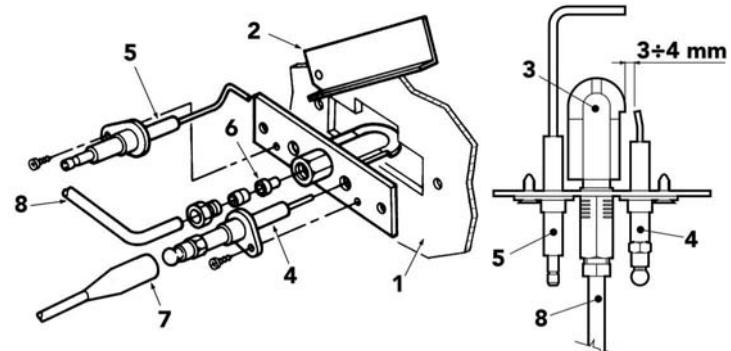

рис. 9 - Пилотная горелка
- Электроды не должны иметь нааки и быть правильно установленными (см. рис. 9).
| После выполнения некоторых попыток розжига электронный блок управления вызывает блокировку котла. | С помощью сжатого воздуха чистите форсунки > пилотной горелки. Проверьте регулярность поступления газа в котел, и убедитесь что воздух был удален из труб. Проверьте правильность позиционирования электродов и отсутствие на них отложений (см. рис. 9). Убедитесь, что котел подключен к надежной системе заземления. Проверьте электрические соединения электродов розжига и ионизации. |
| Отсутствие искры между электродами при розжиге. | Проверьте правильность позиционирования электродов и отсутствие на них отложений (см. рис. 9). Неправильная настройка регулировочного термостата. Проверьте систему электропитания. Проверьте электрические соединения электродов розжига и ионизации. Проверьте соединения с электронным блоком контроля пламени. Проверьте, чтобы провода ФАЗЫ и НЕЙТРАЛИ не были перепутаны, и убедитесь в надежности контактов заземления. Проверьте давление газа на входе и наличие разомкнутых реле давления. Приведите предохранительный термостат в рабочее состояние. Приведите термостат дымовых газов в рабочее состояние. Убедитесь, что контакт комнатного термостата закрыт. |